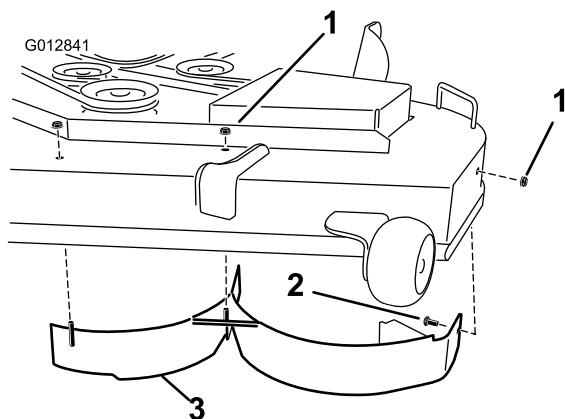

Figura 32
6. Retire las dos contratuercas (5/16 pulgada) de las clavijas soldadas del deflector izquierdo, en la parte superior de la carcasa de corte, en las posiciones centro y centro izquierda (Figura 32). Retire el perno de cuello cuadrado y la contratuercas, situados en la pared lateral de la carcasa del cortacésped, que sujetan el deflector izquierdo a la carcasa.
7. Retire el deflector izquierdo de la carcasa de corte según se muestra en Figura 32.